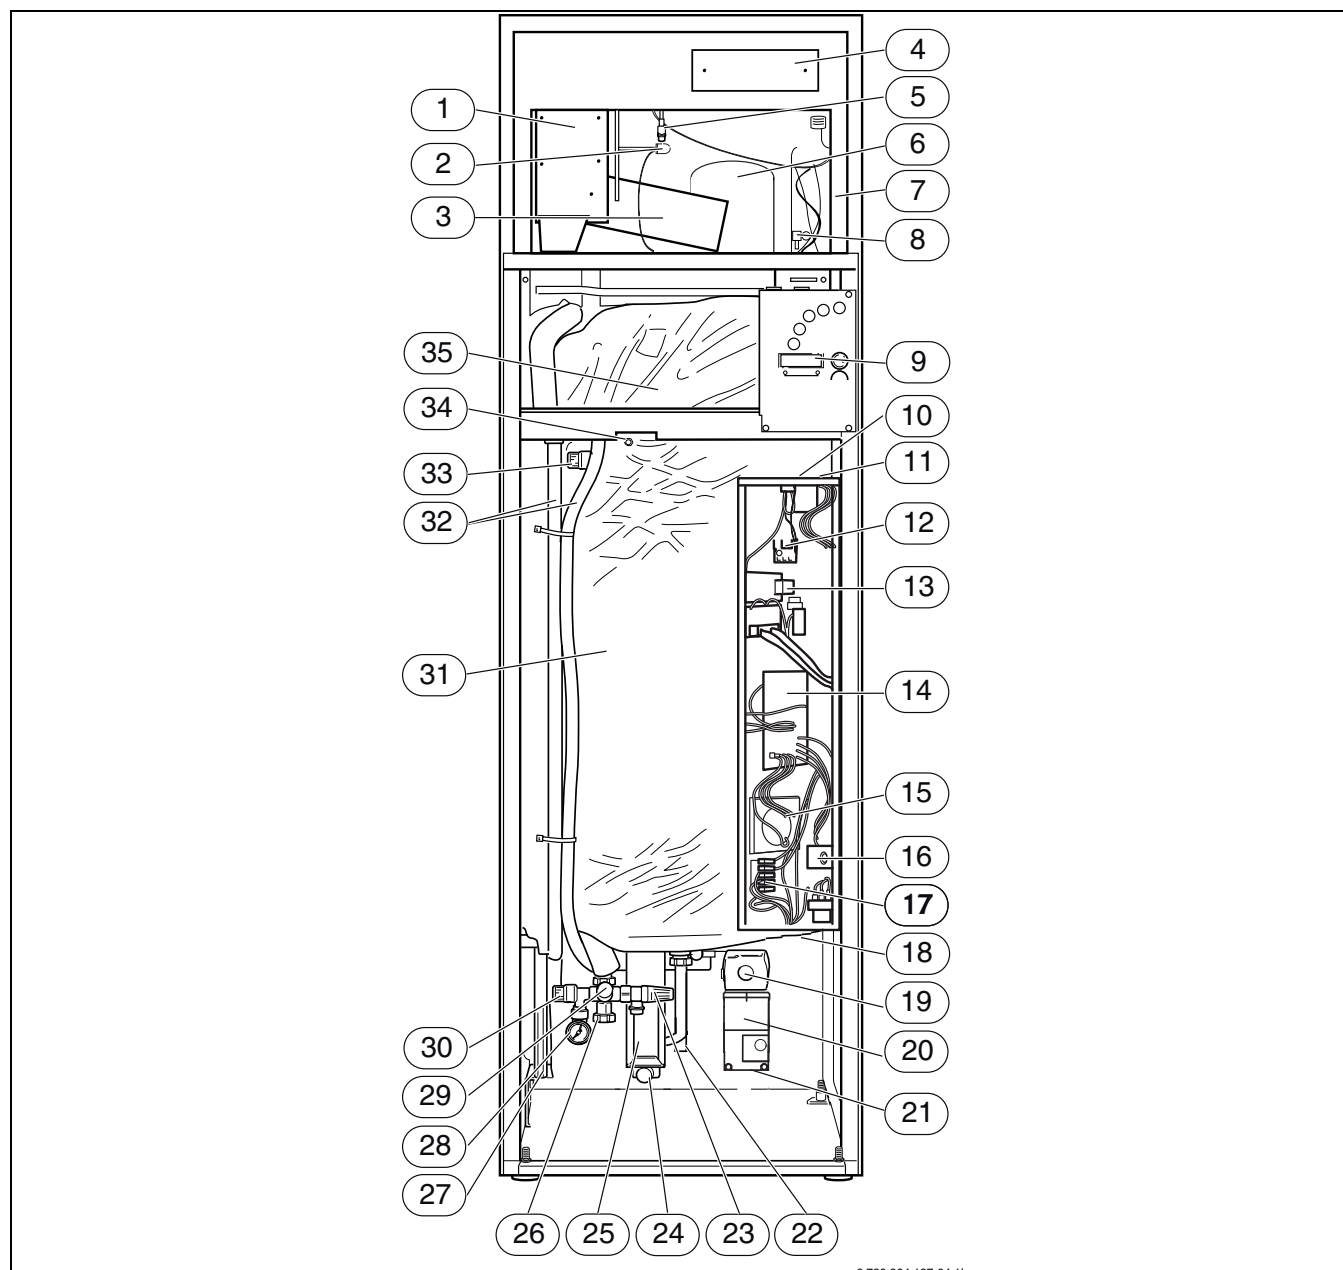

Bild 4 Ingående delar
- Avlufta med hjälp av avlufts-nippeln på varmvattenberedaren (→ Bild 4) och nyckeln som levererats med värmepumpen när visaren på manometern börjar röra sig. Öppna nippeln ett par varv till det kommer vatten och stäng den sedan. Återfyll till rätt tryck, normaltryck är 0,5-1,5 bar.